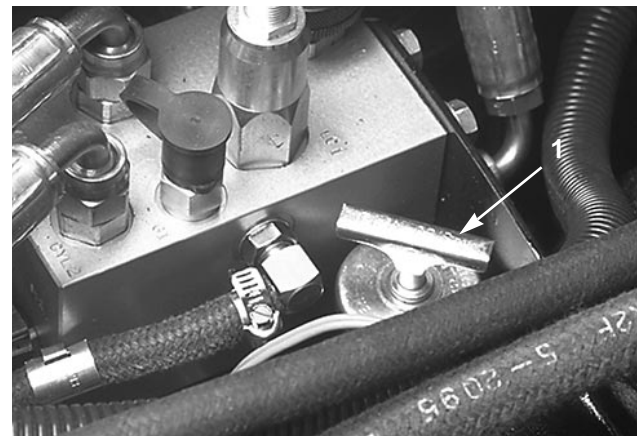

Bild 5
KONTROLLE DES HYDRAULIKÖL-STANDS (Bild 5)
2. Den Ölmeßstab (Bild 5) aus dem Füllstutzen entfernen und mit einem sauberen Lappen abwischen. Den Meßstab handfest in den Füllstutzen drehen. Den Meßstab wieder abschrauben und den Ölstand kontrollieren. Wenn der Ölstand nicht die FULL [VOLL]-Markierung am Meßstab erreicht (Bild 5), genug Öl nachfüllen, um den Ölstand bis zur Markierung anzuheben. NICHT ÜBERFÜLLEN.